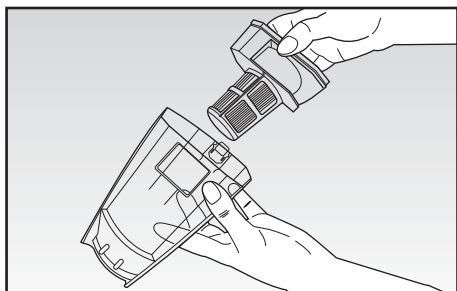

Fig. 9
- Estrarre verso l'esterno il filtro (D) (Fig. 9) e quindi il relativo supporto (E) e procedere con la loro pulizia.